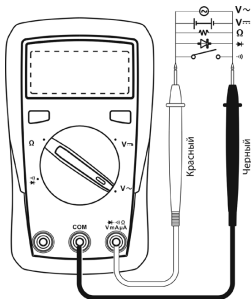

Рис. 2 Измерения с помощью прибора RGK DM-10
(см. рис. 2):
6.2 Измерение сопротивления (см. рис. 2)
6.3 Прозвонка электрических цепей (см. рис. 2)
6.4 Проверка диодов (см. рис. 2)